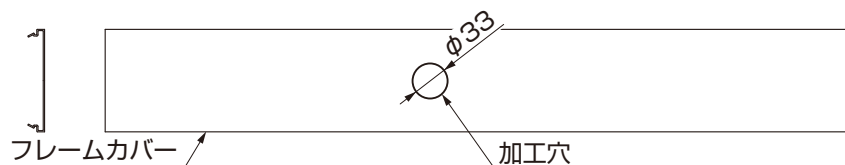

図1-5
①フレームカバーを図1-5を参照してφ33の穴をあけてください。